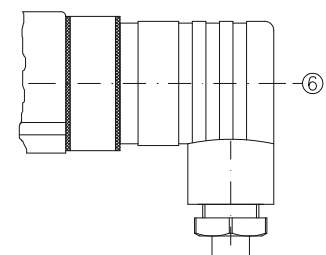

Abb. 5.2.6
- ↪ Stecken Sie die Leitungsdose ② auf den Gerätestecker ③ und ziehen Sie die Zentralschraube ⑥ an (→ Abb. 5.2.6).